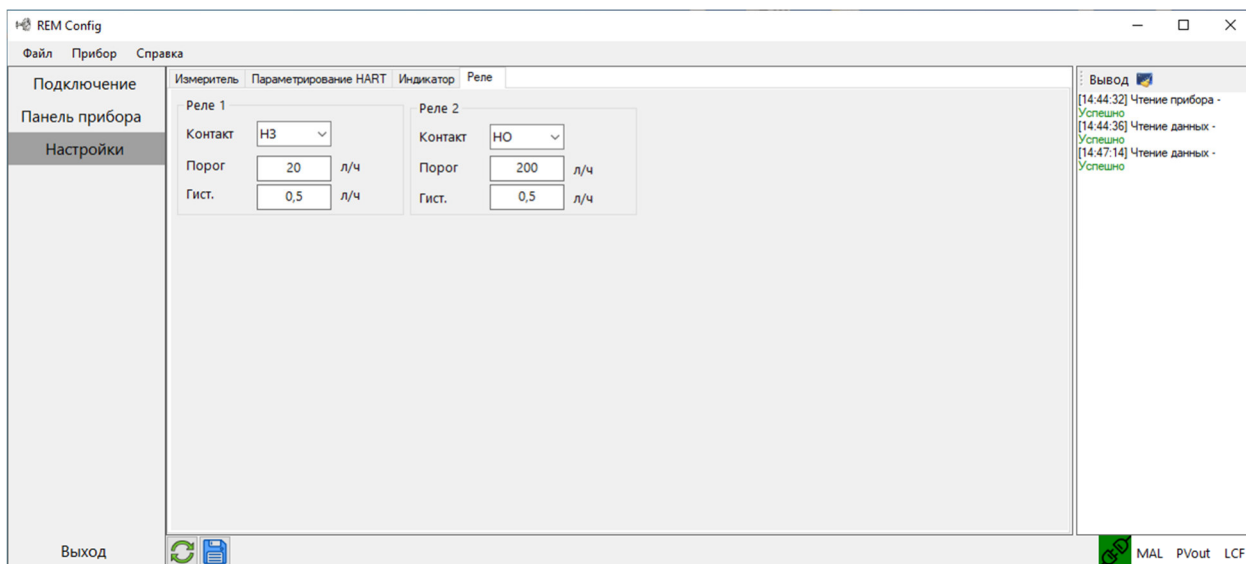

Рис.8. Настройка реле
- корректировка параметров, определяющих условия срабатывания реле (рисунок 8).